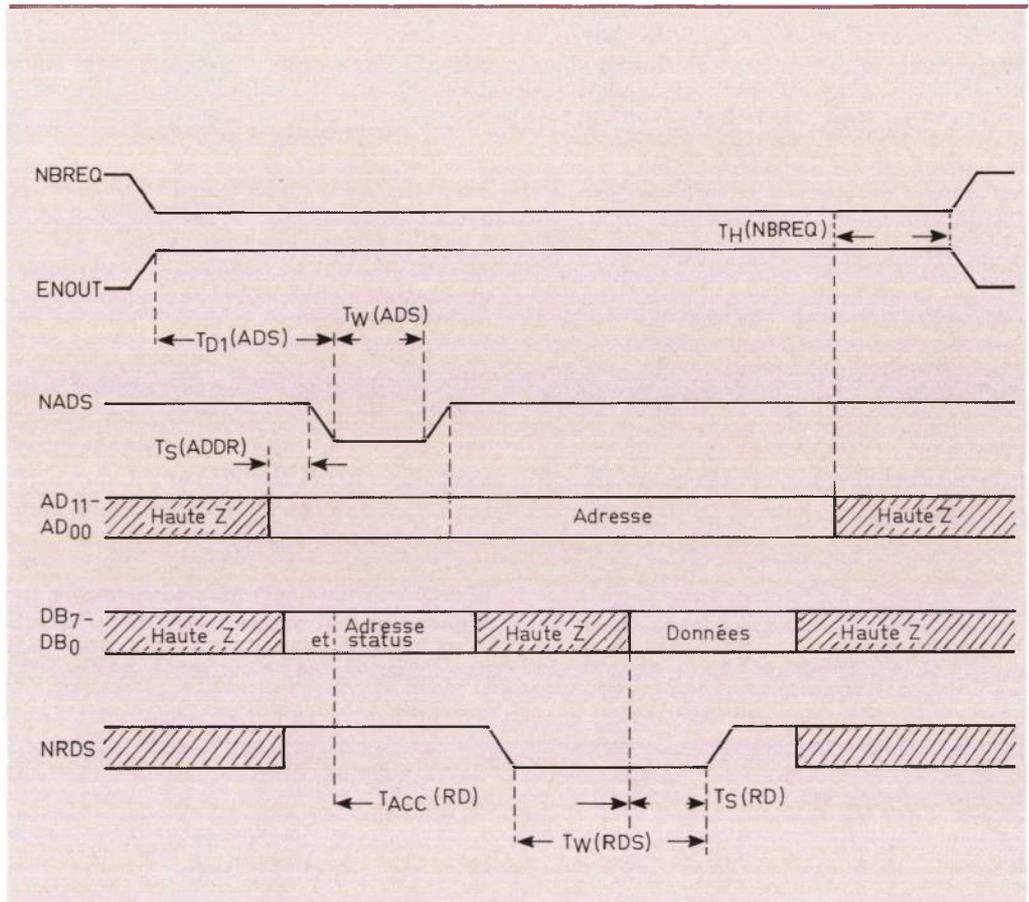
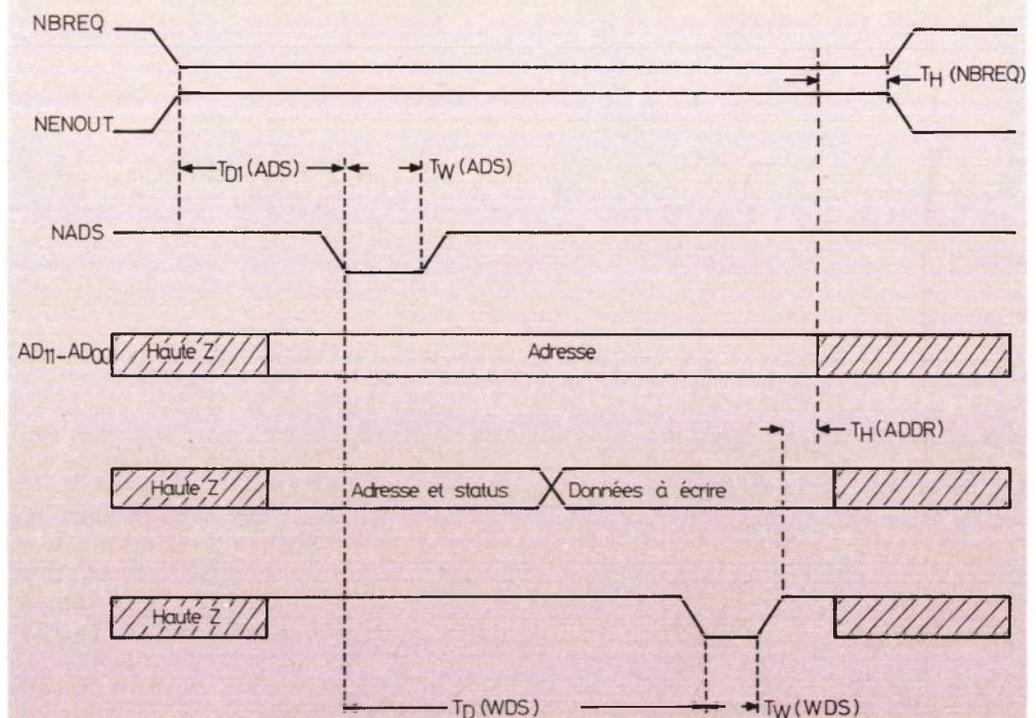

Figure 4
Figure 5
Le signe de la logique de ces trois signaux est le même pour le SC/MP canal P ou le SC/MP II canal N. Ils sont représentés pour la version canal N dans les figures 4 et 5. Le panachage que nous faisons entre les deux versions est volontaire car il nous permet de les présenter simultanément. Ces deux microprocesseurs sont quasiment identiques tant qu'à leur structure et leur utilisation et nous soulignons systématiquement toutes les différences.
Il est à noter sur les figures 4 et 5 que le signal BREQ descend à la fin du cycle d'entrée-sortie, respectivement NBREQ monte pour indiquer que les bus sont à nouveau libres et peuvent être demandés par l'élément du système qui les requiert.
états logiques possibles : 0, 1 ou haute impédance, c'est-à-dire déconnecté. Lorsque le SC/MP envoie sur ses bus l'adresse, l'état d'impédance des bus est tel que l'information circule du microprocesseur vers l'extérieur. Par contre, lorsqu'il lit une donnée, l'information circule en sens inverse. C'est la raison pour laquelle, dans le cas de la figure 4, le bus de donnée passe par un état de haute impédance avant de changer le sens de circulation de l'information. Nous ne trouvons évidemment pas ce phénomène dans la figure 5 puisque les données qui doivent être écrites en mémoire ou sur un périphérique circulent dans le même sens que l'envoi d'adresse.
3) Les durées relatives des temps  $T_w$  (RDS) et  $T_w$  (WDS) sont liées à la nature des éléments extérieurs qui sont associés. Le temps d'écriture (figure 5) est en effet plus court, échantillonnage du bus de données du SC/MP qui maintient l'information. Le temps de validité de l'information lui (figure 4) est plus court, échantillonnage du bus de données par le SC/MP qui maintient son ordre de lecture.
En revenant aux figures 4 et 5, nous voyons qu'après le retour au repos du signal NADS, le SC/MP génère soit l'impulsion NADS, soit l'impulsion NWDS pour provoquer le transfert de données dans le sens écriture ou dans le sens lecture.